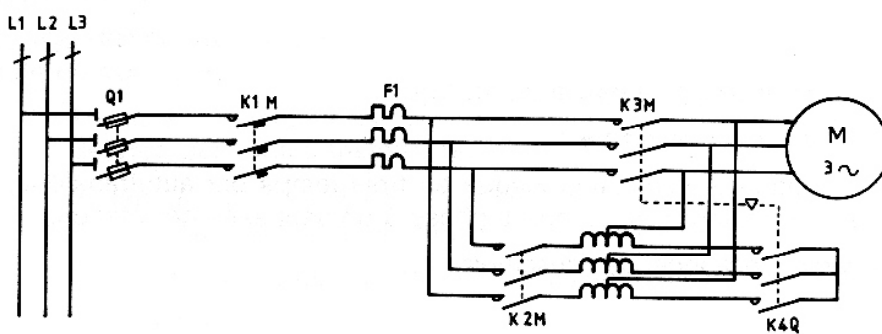

Figure 4
1. Mettre en ordre les numéros correspondant aux étapes à suivre lors du cheminement régulier d'interprétation du schéma de fonctionnement du circuit (figure 4) d'un moteur :